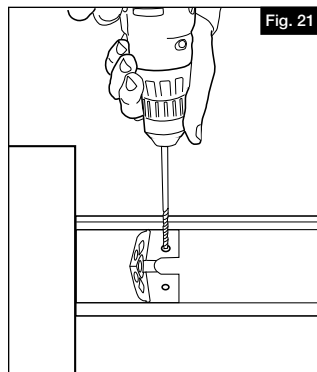

Fig. 21
- Au moyen d'un foret de 1/8 po (3,2 mm), percer un avant-trou vers le bas à travers le profilé supérieur et le support (Fig. 21).